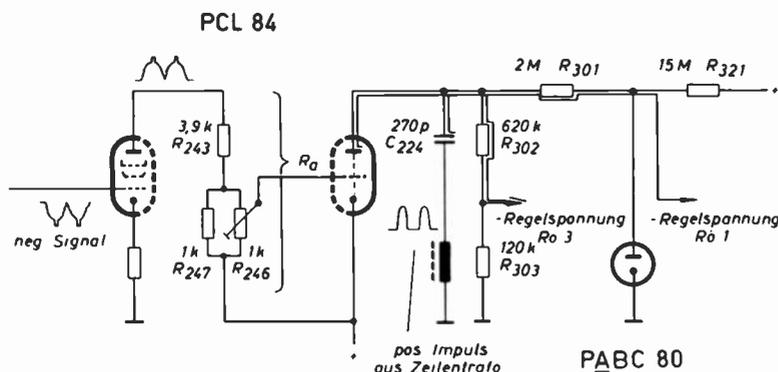

Bild 2 Schaltung der impulsgetasteten Regelung.
Am Punkt (A) steht die oben erwähnte Boosterspannung (siehe Bild 3). Über einen Spannungsteiler R1 und R2 wird der um 180° gedrehten und hochtransformierten Wechselfspannung die zur Allgemein-Fokussierung nötige Gleichspannung im Punkt (D) zugeführt. Die am Punkt C zur Verfügung stehende Spannung hat dann die in Bild 2 (C) wiedergegebene Form.
Wie Bild 2 zeigt, liegt die Kathode der Regelröhre PCL 84 am Fußpunkt des Anodenwiderstandes der Video-Endröhre. Sie erhält die volle positive Betriebs-Spannung. Das Steuergitter liegt an einer Anzapfung des Arbeitswiderstandes, die aus einer Reihenschaltung von R 243 und R 247/246 gebildet wird. An der Anode der Triode liegen positive Zeilen-Impulse, welche bewirken, daß Strom durch die Röhre nur zur Zeit des Zeilen-Rücklaufes fließen kann. Es ist dabei notwendig, daß die Impulse das positive Potential der Kathode um ca. 250 Volt übersteigen. (In diesem Gerät